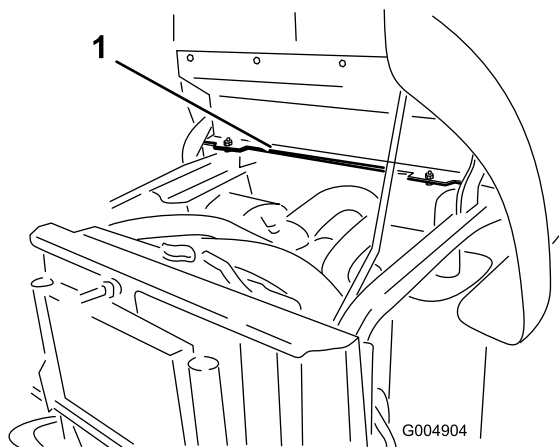

Figura 8
1. Localize os 2 orifícios de montagem no lado esquerdo do suporte de montagem da estrutura traseira (Figura 8).